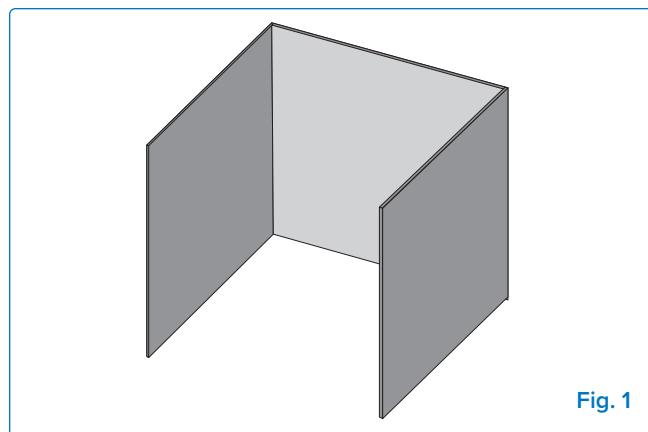

Fig. 1
- Het apparaat wordt beschouwd als buitenshuis als het is geïnstalleerd in een schuilplaats met muren aan drie zijden maar zonder overdekking. **(Fig 1).**